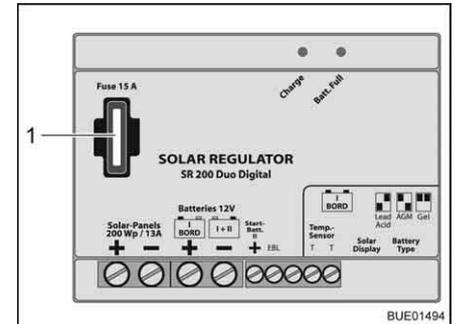

Fig. 171 Fusible del regulador de carga solar 200 W
- Cambiar el fusible plano 15 A/azul (Fig. 171,1).